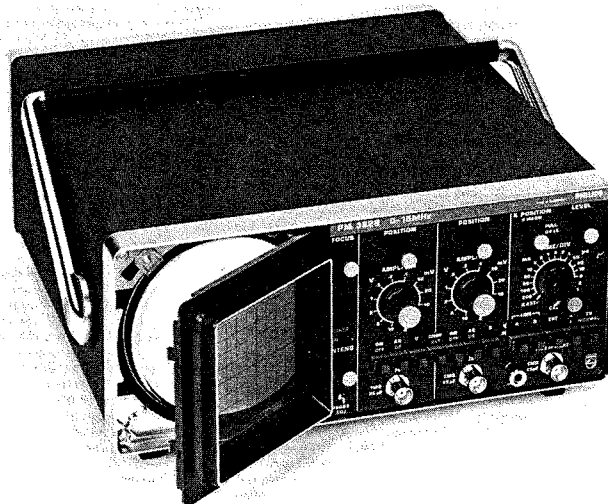

Abb. 2.5. Abnahme des Bildröhrenrahmens und des Messrasters
- durch leichtes Drücken der linken Seite lässt sich der Rahmen herausschwenken (siehe Abb. 2.5.).